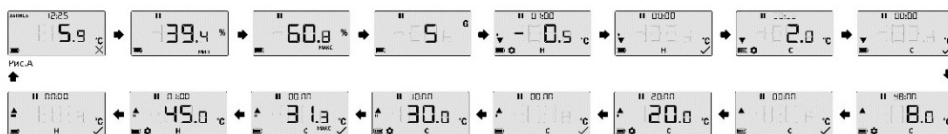

Рис. 31. Просмотр статистики
9.12.1. Для того, чтобы просмотреть статистику зафиксированных нарушений, нажмите и удерживайте кнопку ► в течение 5 секунд (Рис. 31).